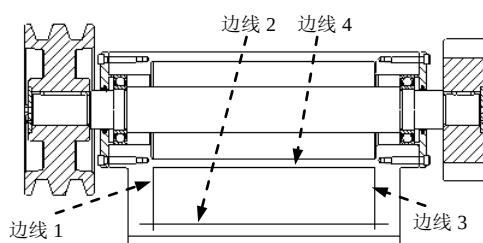
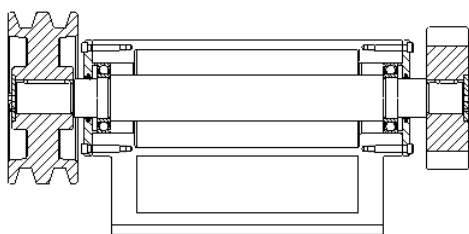

图 3.9.15 拖动“使用边（一）”
图 3.9.16 修剪“使用边 (一)”
③ 选择 **草绘** **→** **草绘器首选项** 命令，在弹出的“草绘首选项”对话框中单击“水平/垂直”按钮 **+**，然后关闭对话框，在图形区拖动刚创建的“使用边（一）”端点，结果如图 3.9.15 所示。
④ 选择 **草绘** **→** **在相交处分割** 命令，在系统的提示下选取图 3.9.15 所示的边线 1 和边线 2，然后再选取边线 2 和边线 3，单击中键，在图形区删除掉多余的线段，结果如图 3.9.16 所示。